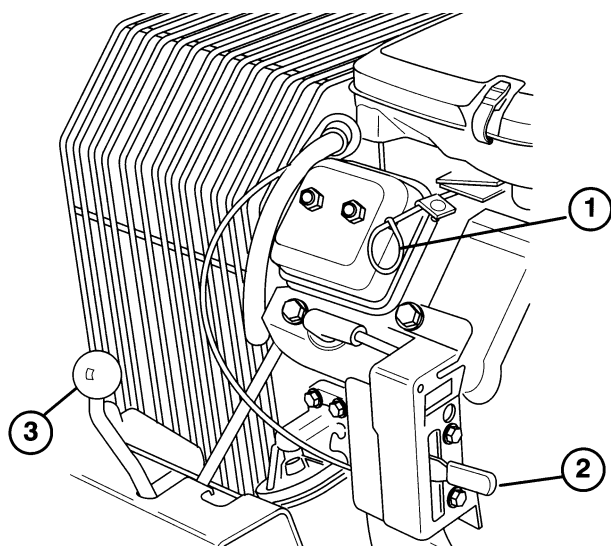

Fig. 5
Tændingskontakt (fig. 5)—Tændingskontakten, som bruges til at starte og standse motoren, har tre positioner: AFBRUDT (OFF), ON TILSLUTTET (ON) og START. Drej nøglen med uret—til START—for at aktivere startmotoren. Slip nøglen, så snart motoren starter. Nøglen går automatisk tilbage til TILSLUTTET (ON) stilling. Motoren afbrydes ved at dreje nøglen mod uret til AFBRUDT (OFF).
Choker (fig. 5)—For at starte en kold motor, luk karburatorens spjæld ved at trække chokeren helt ud til TILSLUTTET (ON). Når motoren er startet, reguleres den for at få motoren til at gå jævnt. Tryk chokeren helt ind til AFBRUDT (OFF) snarest muligt. En varm motor behøver kun lidt eller ingen choker.
Gasregulator (fig. 5)—Anvendes til at regulere motorens omdrejningstal. Gasregulatoren føres opad til HURTIGT (FAST) for at øge motorens omdrejningstal og nedad til LANGSOMT (SLOW) for at mindske det. Gasregulatoren kontrollerer borehovedets hastighed og regulerer sammen med manøvrekoblingen maskinens kørehastighed.
Gearstang (fig. 5)—Transmissionen har et lige skiftemønster med 2 fremgear, frigear og bakgear. Skift ikke gear, når maskinen er i bevægelse, da dette kan beskadige transmissionen.